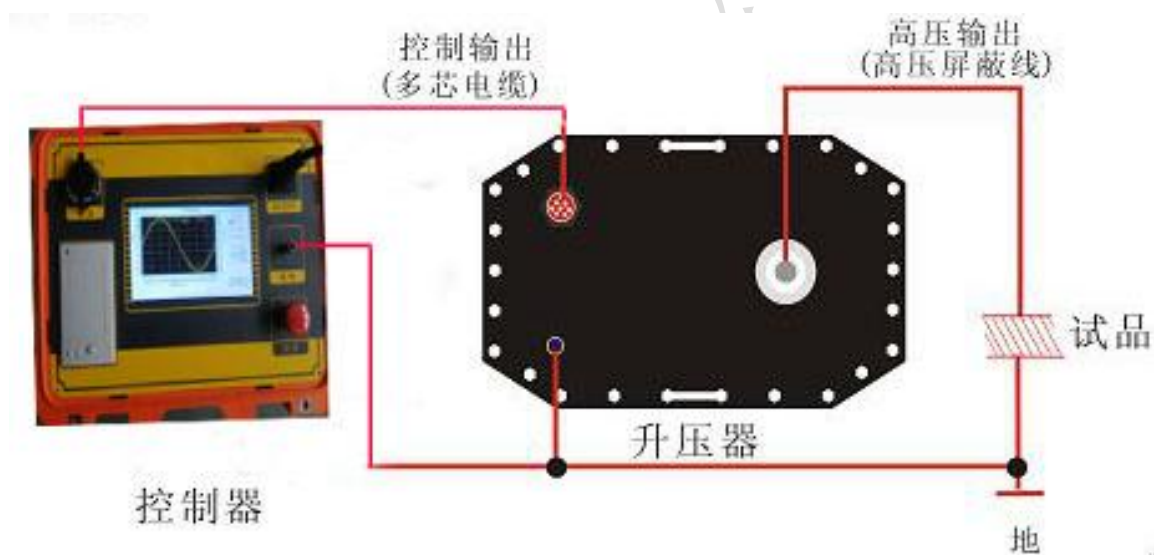
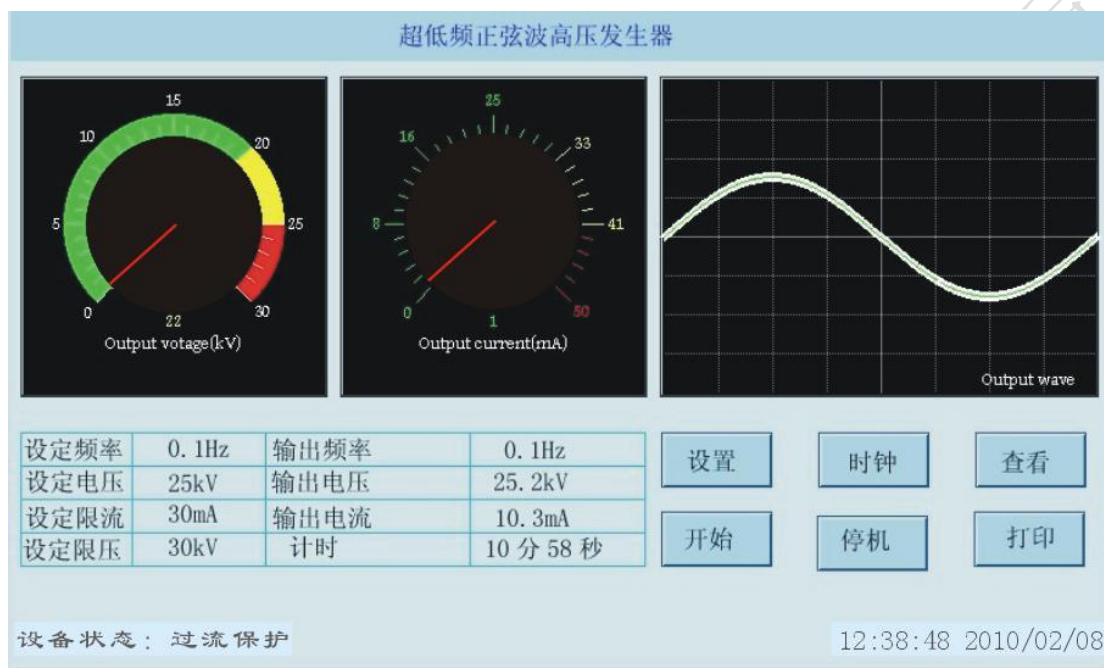
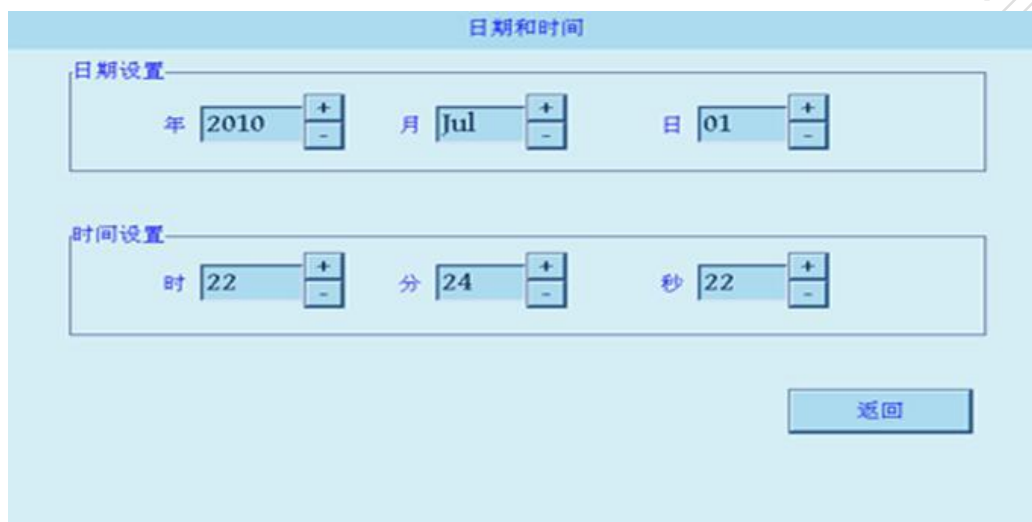

图 3 接线示意图
图 13 控制器提示过流保护
图 15 日期和时间设置界面
接线说明：用本产品随机配备的控制输出专用线、高压输出专用线和接地线按图 3 的方法
当在试验的过程中，输出电流超过设定限值，仪器启动停机指令后，自动切断输出，再执行数据历史保存，停机后如图 13 所示，状态栏中提示信息：
点击图 3 的“打印”键，可将显示器上的本次数据打印成试验报告。
凡是通过了定时停机、点击“停机”键进行的停机、过压保护停机、以及过流保护停机的数据仪器自动将其保存为历史数据。最多能保存 64 次测量的数据，64 次以前的将自动删除。点击图 3 中的“查看”键，可出现图 13 界面，查看最近 64 次试验的历史数据。
点击图 3 中的“时钟”按键,可出现图 15 的设置界面,用于设置系统的日期和时间。
本仪器配备 VLF 超低频高压发生器上位机后台管理软件,如图 15 所示,软件支持 Windows XP\2000\2007 等操作系统。软件可以安装在电脑上通过 USB 连接线与控制器的 USB 进行连接,控制器所有操作功能都可以软件上进行操作,如设置参数,启动升压试验,保存历史数据等等。
6. 试验接线：用随机附带的专用连接将试验设备与试验电缆按图 13 所示的方法连接。仔细检查接线正确后合上电源，再次设定好试验频率，时间和电压以及高压侧的过流保护值、过压保护值，然后开始升压试验。